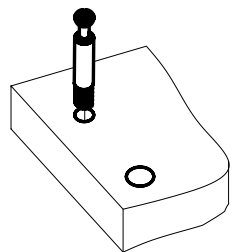
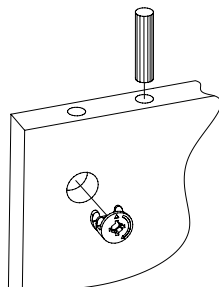

Рис.1
Рис.2
1. Подготовьте детали к сборке. Вкрутите шпильки минификсов в детали 20 (Рис. 1). Затем вставьте головки минификсов и шканты в детали 13, 14, 16 (Рис. 2). Установите с помощью шурупов 3,5х16 ролики стационарные h32 на деталях 1, 2, 5.